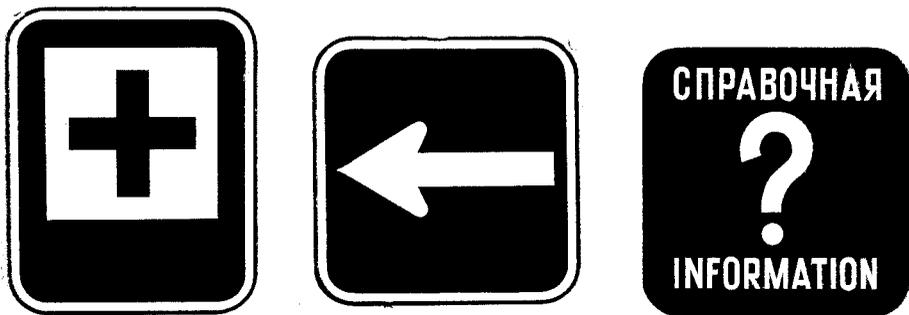

Рис. 41. Символы
*Символы* — это графические условные обозначения (знаки), присвоенные определенной сфере обслуживания или указывающие направление движения (рис. 41). Например, на станциях они обозначают помещения здравпункта, расположение